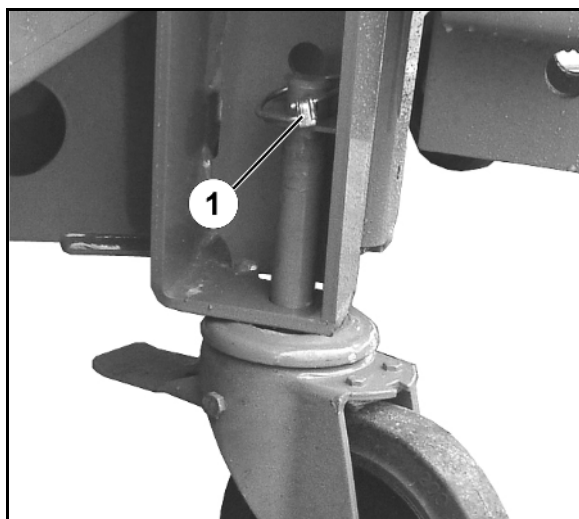

Fig. 38
5. Styrbare bremserruller (Fig. 38) foran
- o monter, og sikre med splint (Fig. 38/1), hhv.